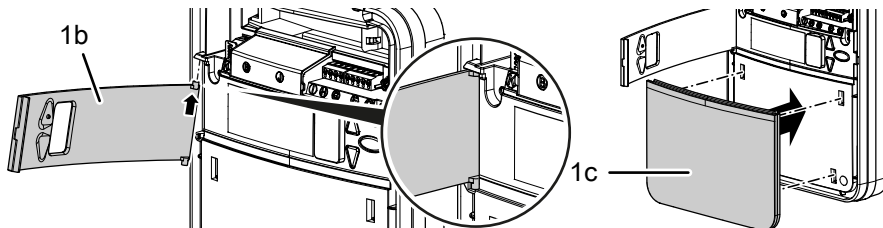

Abb. 7: Montage der Bedienklappe
Stecken Sie das Gleitstück (19) auf das Laufschiennenprofil, schieben Sie es in die hintere Öffnung am Motorkopf (2) und schrauben Sie es mit der Schraube (14) fest (Abb. 7).